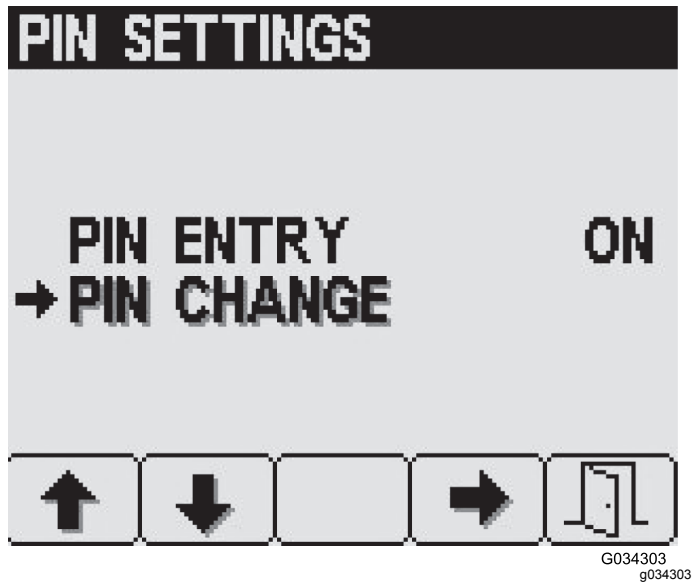

图 27
3. 从 PIN SettingsPIN 设置屏幕按下 2 号按钮直至到达各个 PIN ChangePIN 更改然后按 4 号按钮选择 PIN ChangePIN 更改图 27。